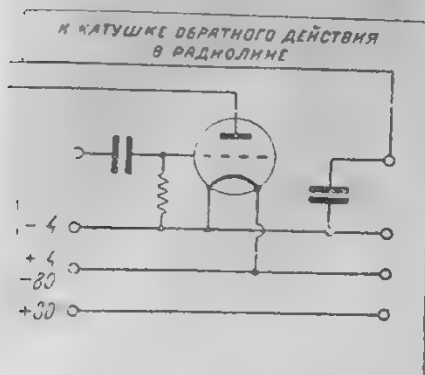

Рис. 10. Схема детекторного элемента.
Детекторный элемент представлен на рис. 9, где (1)—эбонитовая планка, (2)—четыре эбонитовых винта; (3) и (4)—конденсаторы постоянной емкости в 0,005 и 0,001 μ F; шунтирующее сопротивление равняется от 3-х до 4-х мегомов. Приведенная схема детекторного элемента помещена на рис. 10.